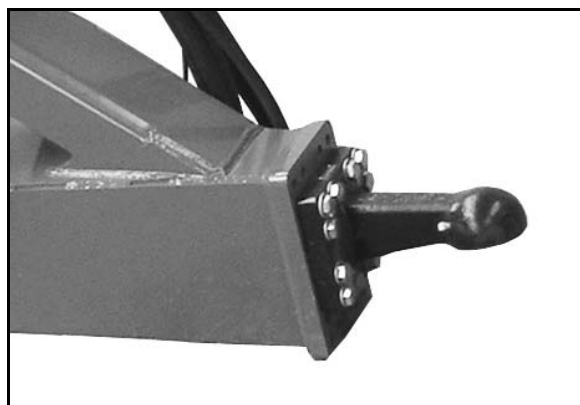

Рис. 31
- Шаровая сцепка К 80 (Рис. 31).